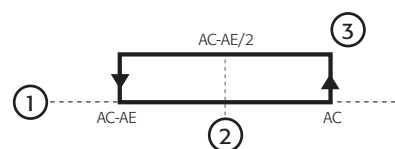

Fig. 4.l
- indique le dépassement de la limite entre Ac et AE (dérivée du calcul: $Ac-AE/2$, voir Fig. 4.l);
- indique le dépassement du point de consigne de temp. Ac (voir Fig. 4.l);